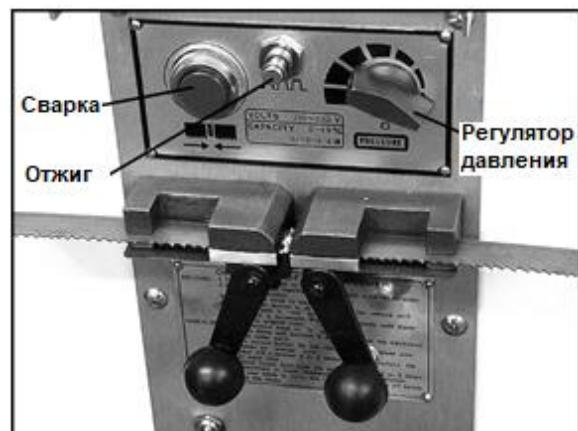

Рис. 15.
3. Установите ручку регулировки давления (Рис. 15) на "0" (вниз). ПРИМЕЧАНИЕ: при повороте ручки вы ощутите сопротивление.
7. Нажмите и удерживайте кнопку включения сварочного устройства (Рис. 15). Когда кнопка нажата, левый зажим смещается к правому и сдавливает концы полотна между собой. Одновременно с этим, через зажимы пропускается ток и происходит сварка полотна с образованием искр. Не отпускайте кнопку до тех пор, пока сварной шов не раскалится докрасна.
- Быстро нажмите и отпустите кнопку включения отжига (Рис. 15). Повторяйте это действие, пока сварной шов не накалился до слегка красноватого цвета.